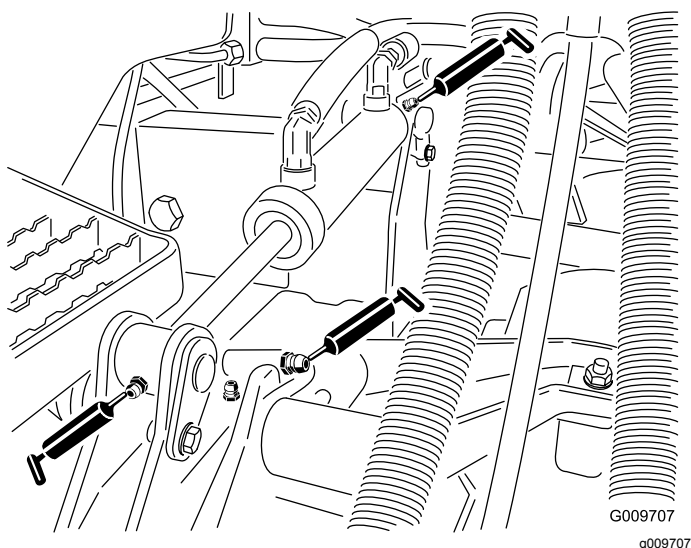

Рисунок 49
- Втулки рычага подъема (по 1 шт. на каждой деке) (Рисунок 49)
- Втулки гидроцилиндра подъема (по 2 шт. на каждой деке) (Рисунок 49)